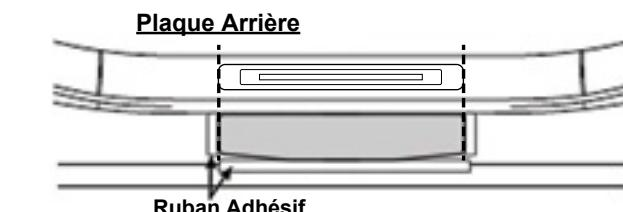

FIGURE 3
4. Carefully lift the sill plate along the edges (do not touch the exposed adhesive) and align the parts to the masking tape locations. Do not apply pressure until the positioning is satisfactory. **MAKE SURE LEADING EDGE OF PART REMAINS ON FLAT AREA OF SURFACE** (see Figure 3). Note: Repositioning is not recommended but can occur if the plate has not been pressed into place.
4. Soulever soigneusement l'enjoliveur par les côtés (ne pas toucher l'adhésif exposé) et aligner la pièce avec l'emplacement marqué par le ruban à masquer. N'appliquer aucune pression tant que la position n'est pas satisfaisante. **S'ASSURER QUE LE BORD EXTÉRIEUR DE LA PIÈCE DEMEURE SUR LA ZONE PLANE DE LA SURFACE** (figure 3). Nota : il n'est pas recommandé de repositionner la pièce, mais il est possible de le faire si aucune pression n'a été appliquée sur l'enjoliveur.